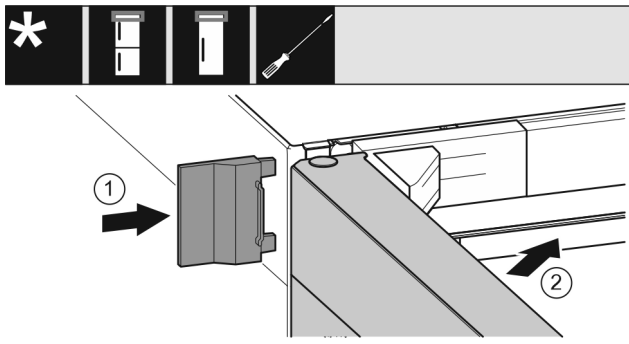

Fig. 66
- ▶ Tolja fel a külső fedelet Fig. 66 (1).
- ▶ Csupkja be a felső ajtót Fig. 66 (2).